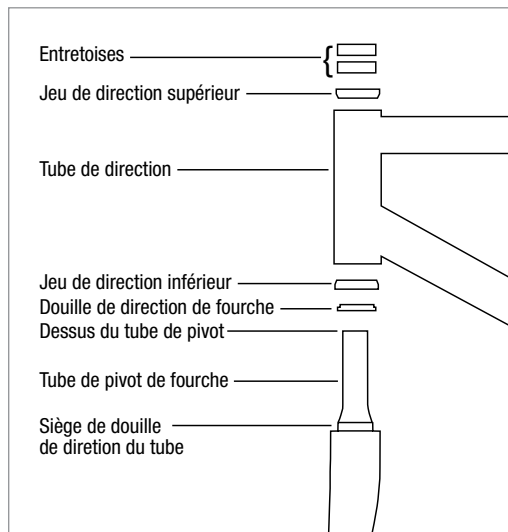

Figure 3
5. Installez l'assemblage inférieur du jeu de direction selon les instructions du fabricant et insérez la fourche dans le tube de direction. Installez le jeu de direction supérieur en suivant les instructions du fabricant (Fig. 3).